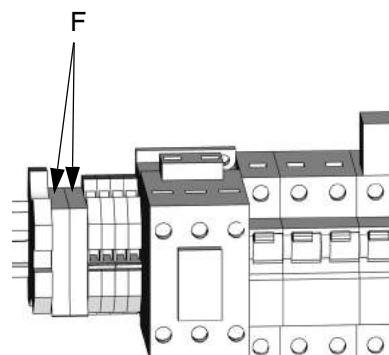

FIG. 7. Fusibles de ventilateur
3. Vérifiez les fusibles (F) à gauche du module du disjoncteur, FIG. 7. Remplacez-les s'ils ont grillés. S'ils sont bons, passez à l'étape 4.
4. Consultez les schémas électriques. Débranchez les câbles du ventilateur des fusibles (F).